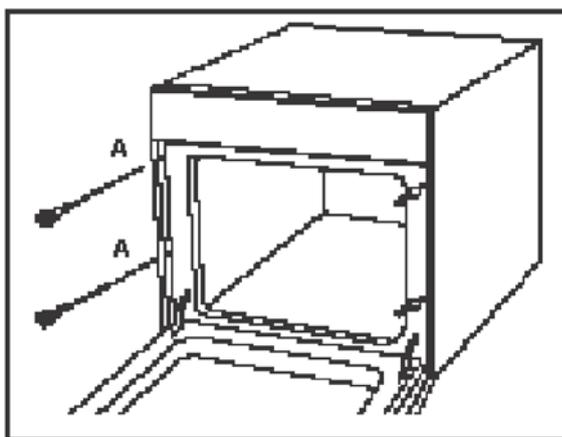

Рис. 4
4.3.2. Откройте дверцу и прикрепите духовку к кухонному шкафчику четырьмя болтами, подходящими к отверстиям с обеих сторон рамки духовки (А). (см. рис.4)